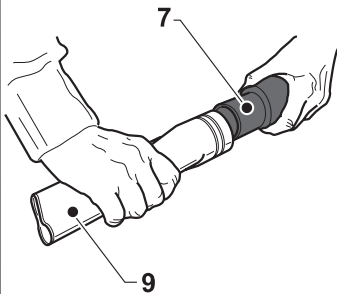

Fig. 8
- Inserire la spina (12 Fig. 8) nella presa di corrente.
- Staccare la spina (12 Fig. 8) dalla presa di corrente.